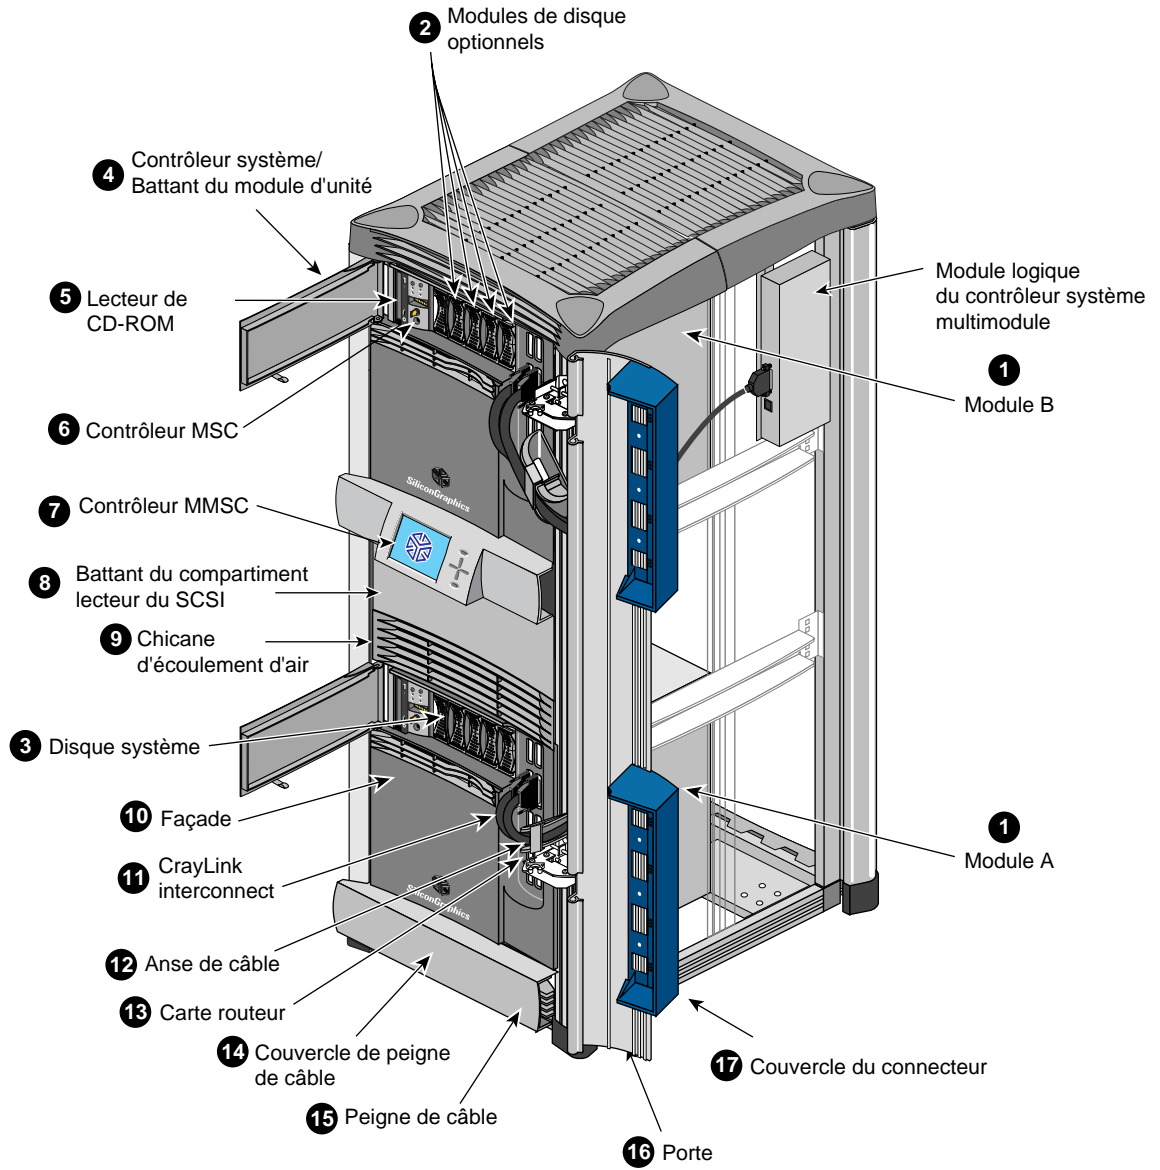
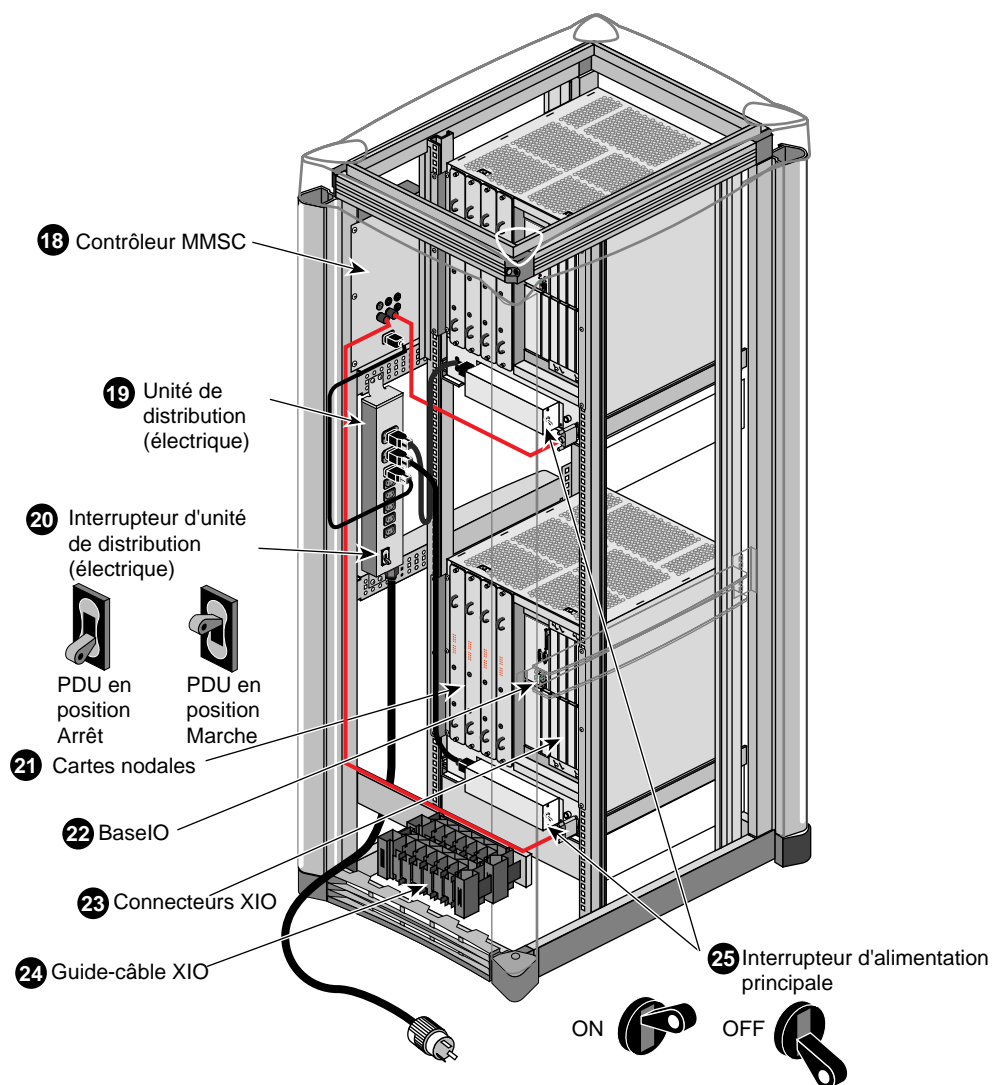

Figure 2-1 Système rack Origin2000 (vue de face)
Figure 2-2 Système rack Origin2000 (vue arrière)
La Figure 2-1 et la Figure 2-2 illustrent les principaux éléments du système rack Origin2000. Ces éléments sont brièvement décrits au Tableau 2-1.
Remarque : à la Figure 2-1, le panneau latéral est retiré pour plus de clarté.
Remarque : à la Figure 2-2, le panneau latéral est retiré pour plus de clarté.
1. Module A/Module B	Les modules représentés à la Figure 2-1 sont des sous-systèmes indépendants dotés de leurs propres unités centrales (UC), disques, contrôleur système et connexions d'E/S. Un rack contient deux modules maximum et une configuration multi-rack seize module au plus.
3. Disque système	Le disque système contient le système d'exploitation et des répertoires de logiciels importants. Le disque système doit être installé dans la position illustré à la Figure 2-1. Notez que l'orientation du disque système est différente de celle des autres lecteurs. Pour plus d'informations, reportez-vous à la section "Chargement des lecteurs SCA dans le système".
Le contrôleur MMSC et son panneau de contrôle sont deux unités séparées, comme le montrent les Figure 2-1 et Figure 2-2.